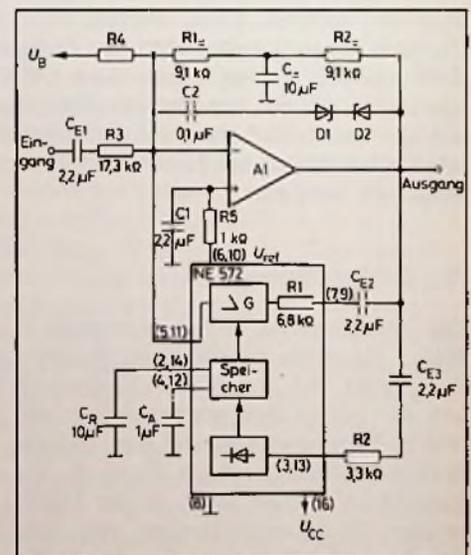

Bild 1. Schaltungsbeispiel des NE 572 als Kompressor
- Auch zum Abspielen der neuen aufnahmekomprimierten Schall-Platten läßt sich der Baustein verwenden. Das Bild 1 zeigt ihn in einer Schaltung als Kompressor.